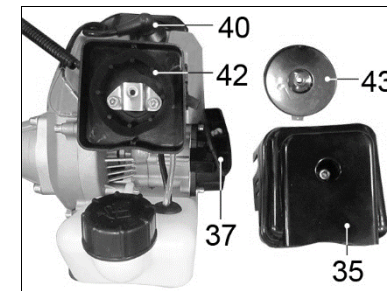

Рисунок 15.
8.2. Обслуживание воздушного фильтра (Рис. 15)